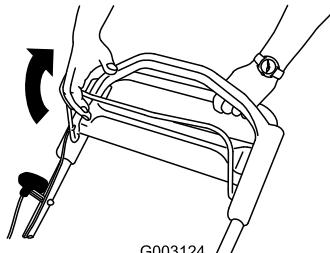

Figura 15
- Tirate la barra di comando della lama verso la stegola (Figura 15).